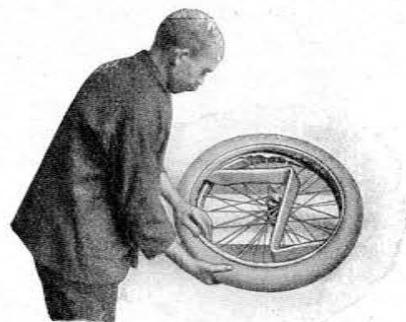

Abb. 68.
1. Nachdem die Flügelschrauben in die dafür vorgesehenen Bohrungen eingesteckt sind, wird das Ventil des Schlauchs in den Ausschnitt des unteren Wulstes gelegt und so in das Ventilloch der Felge gesteckt (s. Abb. 68). Damit das Ventil nicht wieder herauspringt, wird die Ventilmutter Nr. 4 um einige Windungen aufgeschraubt.